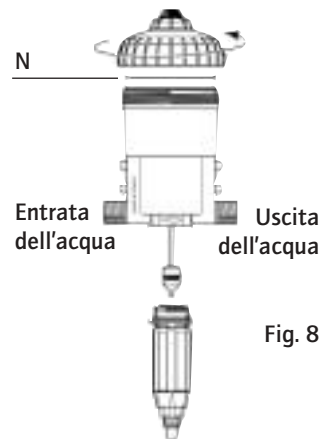

Fig. 8
- Procedere al rimontaggio dopo aver pulito la guarnizione di tenuta stagna (Fig. 8-N).